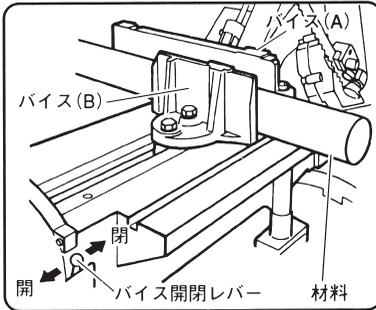

図 17
- (1) バイス(A)側のM12ボルトを付属のメガネレンチでゆるめ、バイスフレームを移動し、材料の中心付近にバイスプレートを移動する。
- (2) M12ボルトを締付ける。
- (3) バイス開閉レバー(図17参照)を「閉」方向に倒し、バイス(B)で材料を締付ける。
- (4) 160mmハンドルを時計方向にまわし、バイスプレートで材料を締付ける。